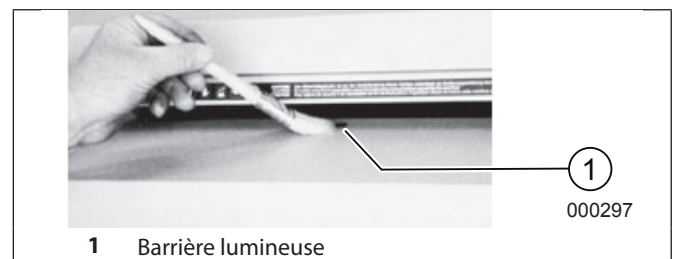

fig. 4 Barrière lumineuse
Démarrer la procédure de broyage dès qu'une feuille de papier est introduite dans la rainure d'admission (fig. 4).
4.1 Nettoyage des cellules photo-électriques (Abb. 4)